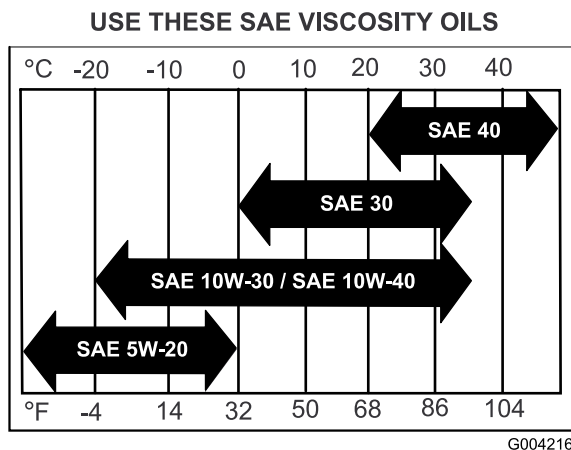

Figura 31
4. Llene el cárter con el tipo especificado de aceite nuevo; consulte Figura 31.